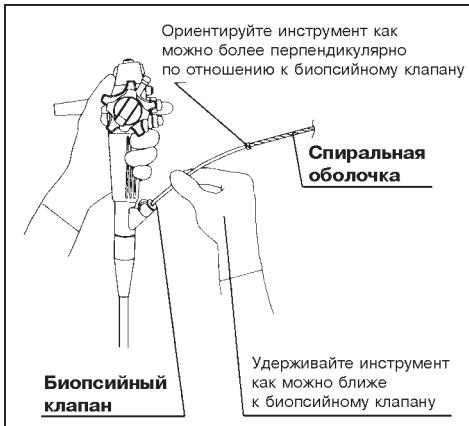

Рис. 3.9.
- 4.** Осторожно введите инструмент в просвет биопсийного клапана эндоскопа. При этом корзинка должна быть полностью втянута в просвет трубчатой оболочки (рис. 3.9).